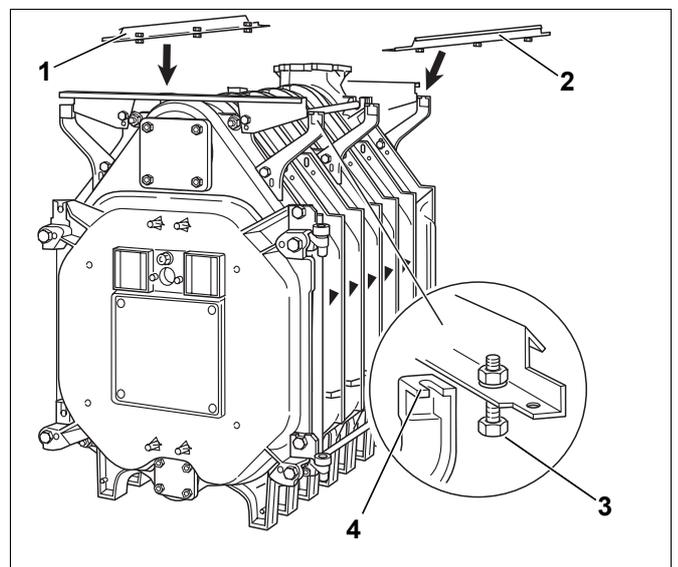

Bild 38 Längsschienen montieren
- ▶ Die Längsschienen (Bild 38, **Pos. 1 und 2**) auf die beiden Konsolen am Hinter- und Vorderglied auflegen.
- ▶ Längsschienen mit den vormontierten Schrauben (Bild 38, **Pos. 3**) in die Aussparungen der Konsolen (Bild 38, **Pos. 4**) einschieben und mit diesen verschrauben.